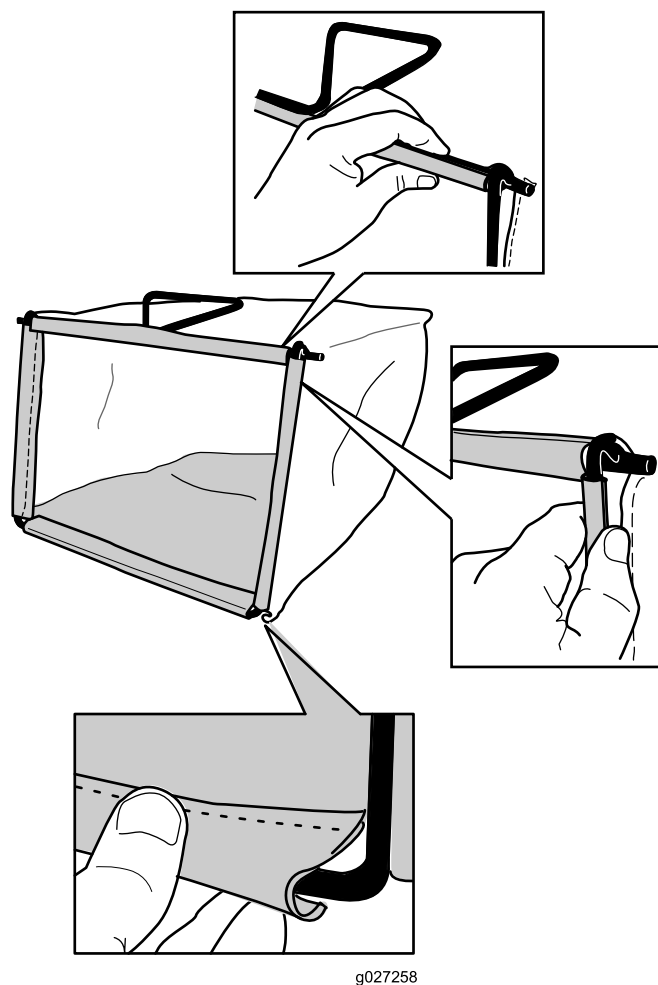

Figura 7
2. Agganciate il canale inferiore del cesto sul fondo del telaio (Figura 7).
3. Agganciate i canali superiore e laterali del cesto rispettivamente sulle parti superiore e laterali del telaio (Figura 7).